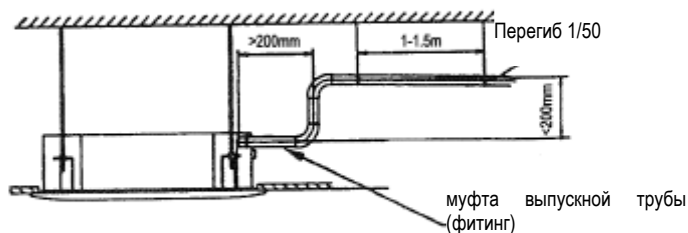

Рис. 17
- Если выходное отверстие сливной трубы располагается выше муфты насоса корпуса, необходимо установить трубу в максимально возможное вертикальное положение. Подъем не должен превышать 200 мм в противном случае вода будет переливаться после остановки фанкойла. (См. рис. 17).